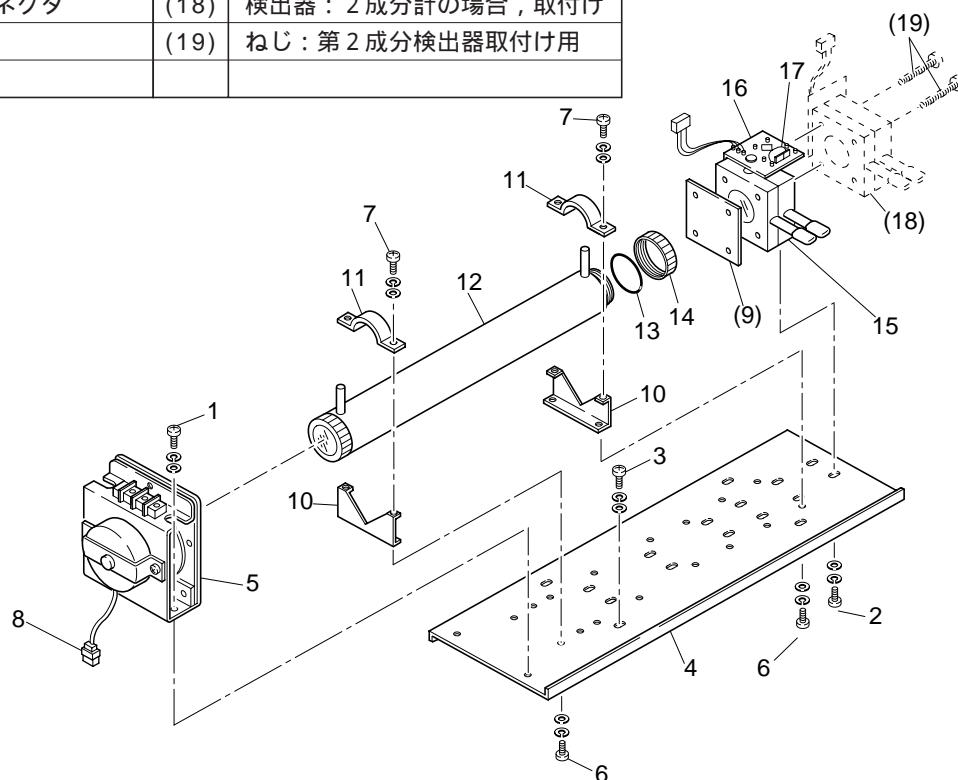

図6 - 1 測定部の構成（パイプセル）
(2) ブロックセルの外し方（図6 - 2 参照）
2成分計の場合は、第2成分用検出器（図6 - 2のNo.13）の出力コードコネクタを第2成分用プリント板から外した後、第2成分用検出器取り付けねじ2本（図6 - 2のNo.14）を緩めて、第2成分用検出器を取り外します。
検出器を赤外線光源ユニットに取り付けている2本のねじ（図6 - 2のNo.10）を緩め検出器を測定部ユニットから外します。セルは検出器と一体になって外れます。
セルを検出器に固定している2本のねじ（図6 - 2のNo. 6）を緩め、セルを外してください。ブロックセルの一方の窓は検出器とブロックセルの間にはさまっているだけで、固定されていませんから、落とさないよう検出器を上にして外してください。